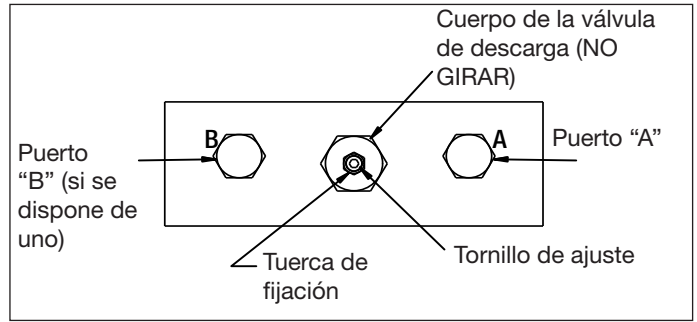

Figura 10
- Instalar un manómetro de 0-1.035 bar (0-15.000 psi) en la toma "A" (véase figura 10).
1. Instalar un manómetro de 0-1.035 bar (0-15.000 psi) en la toma "A" (véase figura 10).